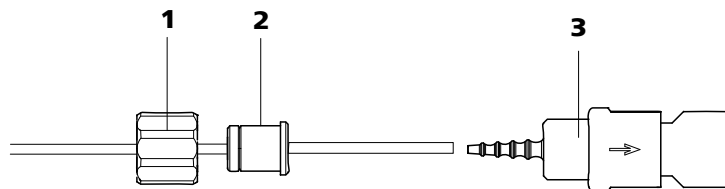

Abbildung 30 Pumpschlauch-Verbindung mit Filter installieren
- **Fall A:** eine Pumpschlauch-Verbindung **mit Filter** (6.2744.180) (siehe Abbildung 30, Seite 47) oder